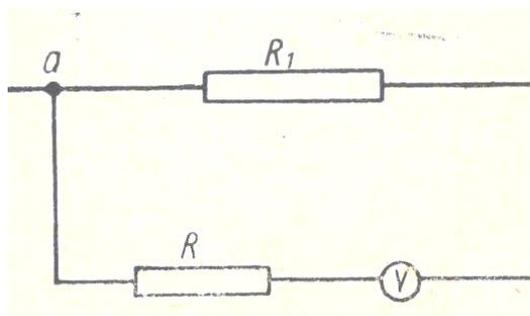

Рис.9
8. Вольтметр показывает 6 В. Найти напряжение на концах участка аб (рис.9), если сопротивление вольтметра 80 Ом, а сопротивление R равно 500 Ом.